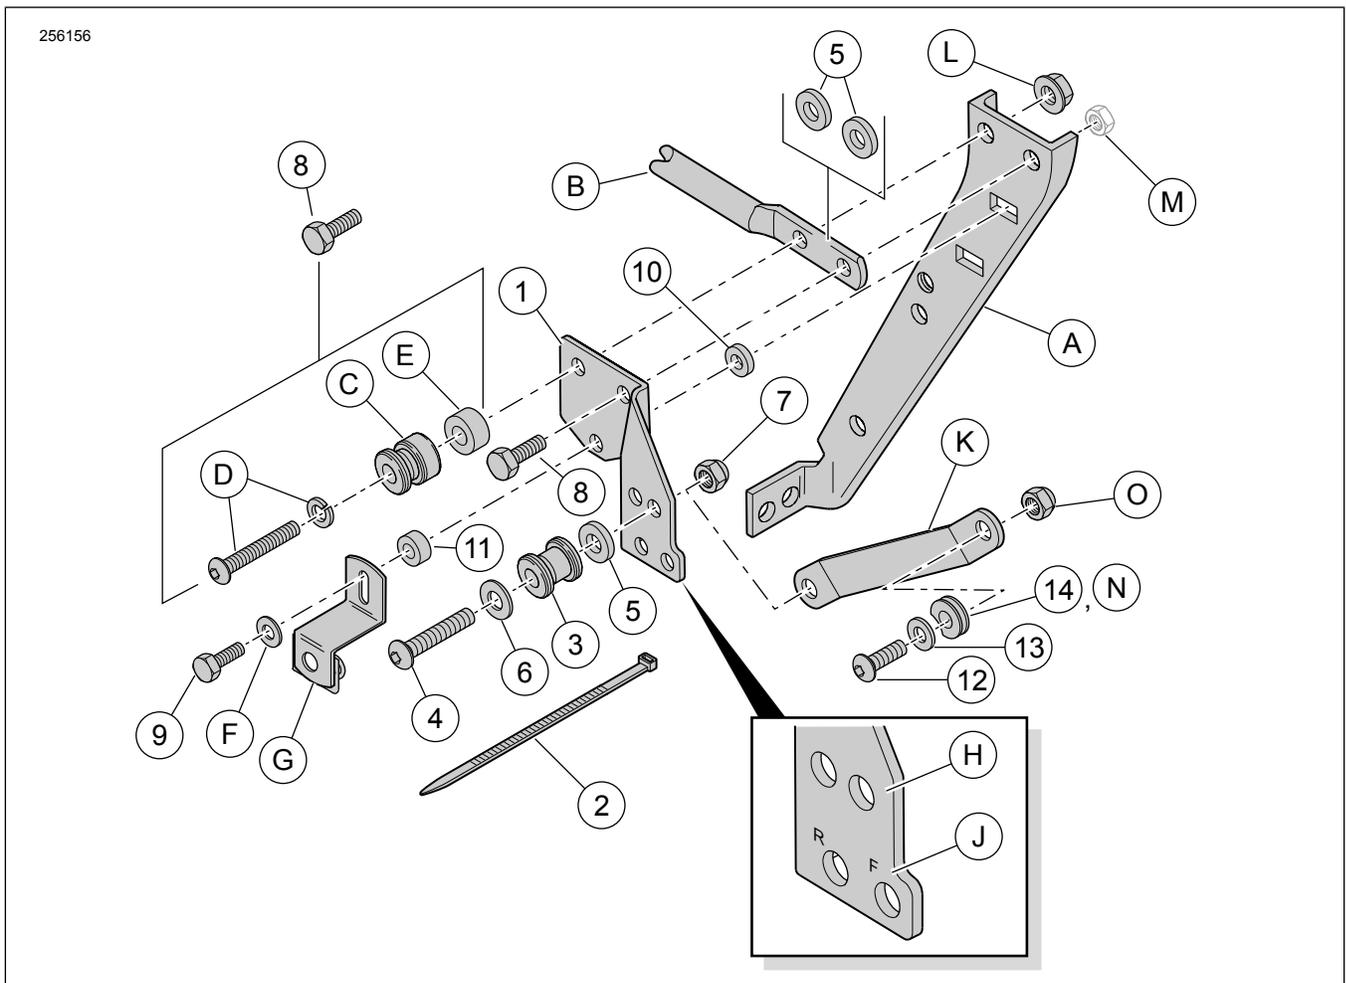
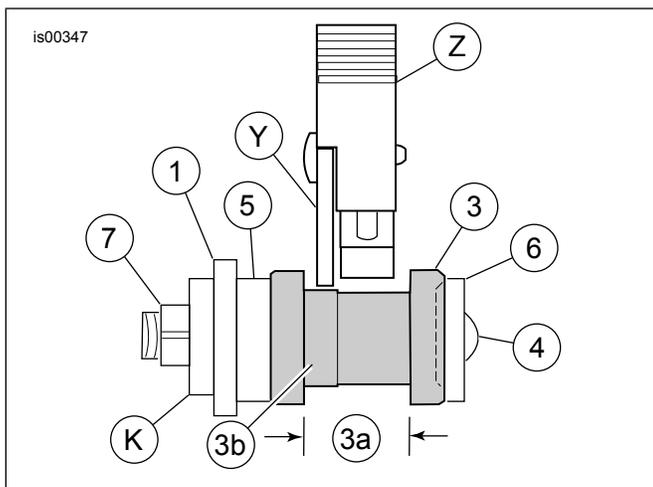

Figure 1. Contenu du kit : Kit d'ancrage avant installé seul
Figure 7. Alignement correct du verrou dans le point d'ancrage
Voir Figure 1 . Les supports de montage des points d'ancrage avant (1) sont spécifiques d'un côté. Les lettres gravées près des trous inférieurs doivent être tournées vers l'extérieur et identifier les positions avant (F) et arrière (R).
2. **Sans kit d'ancrage arrière** : voir Figure 1 . Poser le support de montage comme suit :
- a. Installer une vis longue de 5/16-18 x 1 po. (25 mm) (8) dans les deux trous du haut.
- b. Installer une entretoise épaisse de 1/8 po. (3,2 mm) (5) sur chaque vis, entre le support de montage (1) et le Équipement d'origine (Équipement d'origine) support de sacoche (A).
3. **Avec kit d'ancrage arrière** : voir Figure 1 . Poser le support de montage comme suit :
- a. Installer une vis longue de 5/16-18 x 1 po. (25 mm) (8) du kit d'ancrage avant (53803-06) dans le trou supérieur avant du support (1) et à travers l'avant du support (B) du kit d'ancrage arrière (53804-06), placée entre le support de montage (1) et le support de sacoche Original Equipment (A).
- b. Installer une vis longue de 5/16-18 x 2-1/4 po. (57 mm) et une rondelle-frein (D), le point d'ancrage (C) et une entretoise épaisse de 0,386 po. (9,8 mm) (E) du kit d'ancrage avant (53804-06) dans le trou supérieur avant du support (B) du kit d'ancrage arrière (53804-06), placée entre le support de montage (1) et le support de montage de sacoche Original Equipment (A).
4. Voir Figure 1 et Tableau 2 . Installer le support de sacoche arrière.
- a. Insérer la vis 1/4-20 (article 9, la longueur est 1 po. ou 7/8 po. selon le modèle) à travers la rondelle (F) et la fente du support de montage de sacoche (G).
- b. **Pour les modèles FLHR, FLHT ou FLTR** : insérer la partie filetée à travers le trou du bas du support de montage (1), directement sous les vis préalablement installées.
- c. **Pour les modèles FLHRC ou FLHRS** : insérer une entretoise épaisse de 9/16 po. (14,3 mm) (11) sur le filetage des vis et insérer la partie filetée à travers le trou du bas du support de montage (1), directement sous les vis préalablement installées.
- d. Insérer une entretoise épaisse de 1/8 po. (3,2 mm) (10) sur le filetage des vis et insérer la partie filetée à travers le support de sacoche (A) et dans l'écrou captif. Serrer.
7. Voir Figure 7 et Figure 1. Placer une rondelle (6) sur le filetage d'une vis à tête bombée (4) de ce kit.
8. Placer un point d'ancrage (3), orienté comme indiqué, sur le filetage de la vis, suivi d'une entretoise (5).
- Pour les modèles de 1994 à 1996** : dans le trou le plus arrière (H) du support de montage (1).
- Pour les modèles de 1997 et ultérieurs** : dans le trou le plus avant (H) du support de montage (1).
- Insérer le filetage des vis à travers l'orifice le plus grand du support (53805-99, élément K, qui fait partie du kit de porte-bagages ou de montant de barre Sissy) et le fixer provisoirement en place avec le contre-écrou (7).